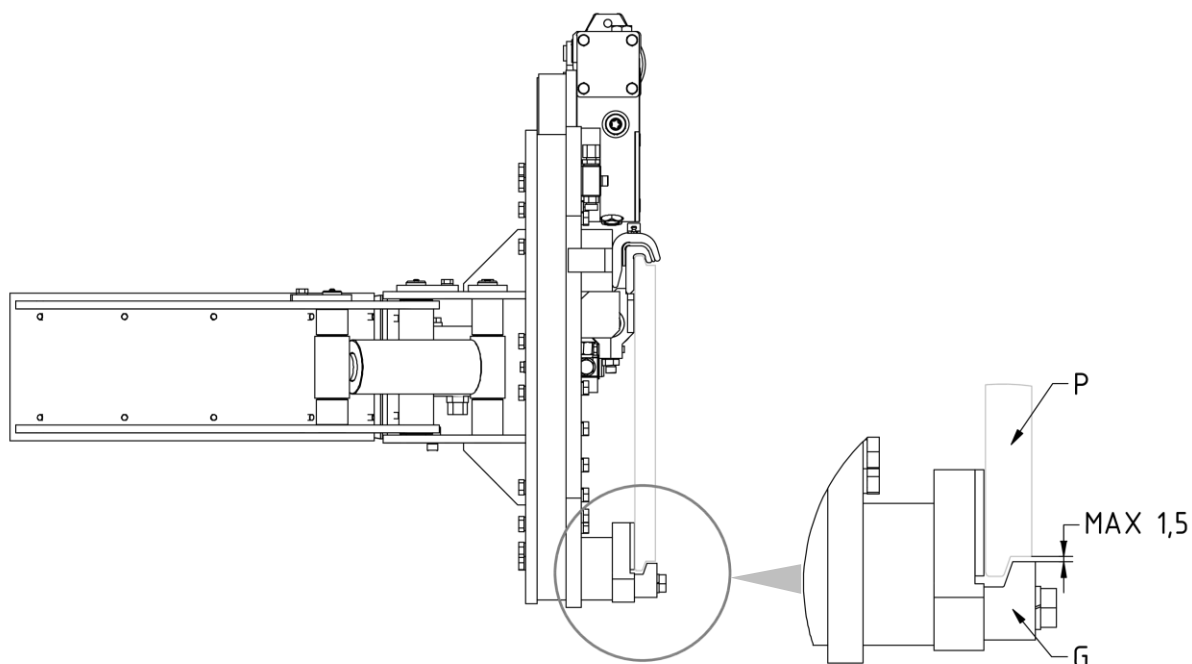

Figura 9
8. Atornillar los dos ganchos inferiores **G** para que su cuerpo quede enganchado debajo a la placa porta horquillas **P** (con un juego máximo de 1,5 mm, mira *Figura 9*), apretando con el par de apriete indicado en la *Tabla 4*.
3. Verificar la holgura entre la parte inferior de la plancha porta horquillas y los ganchos inferiores del implemento, verificando que sea como se indica en *Figura 4* (pag.12) y en *Figura 9* (pag.15) y, si es necesario, intervenir en el apriete de los tornillos que los sostienen.